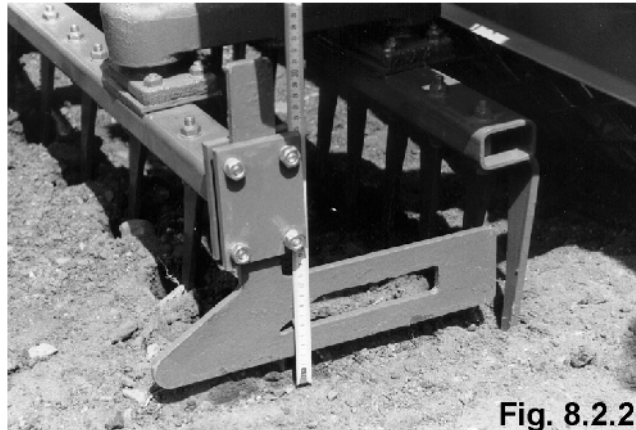

Fig. 8.2.2
- Grenzstriegel so einstellen, dass er sich ca. 2 cm über dem Boden befindet (Fig. 8.2.2),